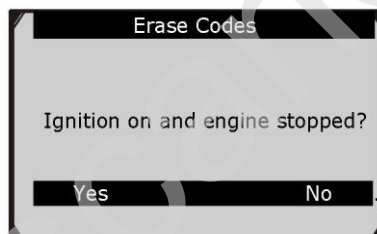

Рисунок 5-6
- 2) После нажатия кнопки **ОК** появится сообщение, содержащее указание на необходимость проверки состояния двигателя и системы зажигания. См. рисунок 5-6.